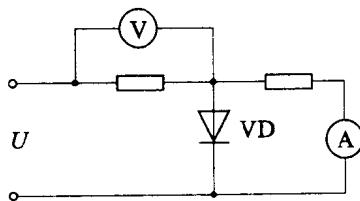

图 1-8 题 6 图
6. 如图 1-8 所示, $U$  为正弦交流电压的有效值,  $VD$  为二极管,忽略  $VD$  的正向压降及反向电流的情况下,求交流电压表  $V$  和直流电流表  $A$  的读数。